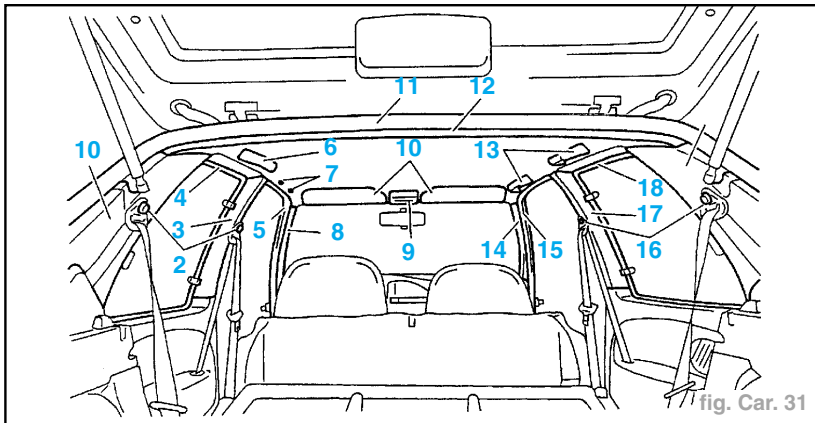

fig. Car. 31
- Dégraffer partiellement le joint d'encadrement des éléments suivants (fig. Car. 31) :
- les portes AV (5) et (15),
- les custodes (4) et (18),
- le hayon AR (11).
- le profilé de finition AR de pavillon (12),
- les poignées de maintien (6) et (13),
- les obturateurs (7),
- les pare-soleil et les supports (10),
- le plafonnier (9),
- les ceintures de sécurité AV et AR (2) et (16),